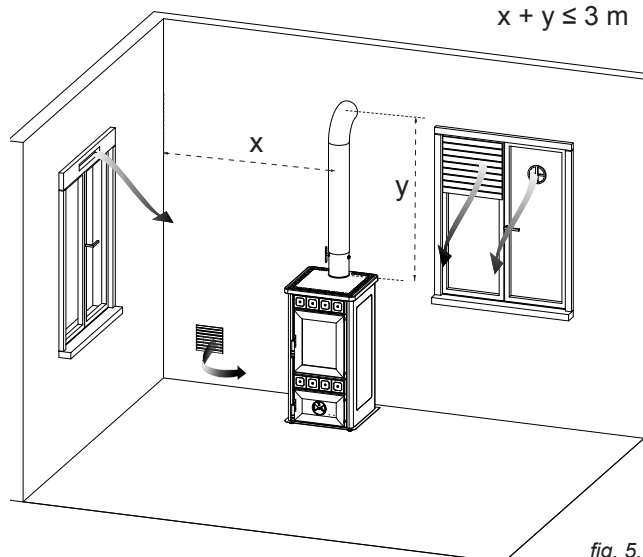

fig. 5.2
• Il **CANALE DA FUMO** tra focolare e condotto fumario dovrà avere la stessa sezione dell'uscita fumi della stufa. Il canale da fumo deve essere a tenuta ed è vietato l'uso di tubi metallici flessibili estensibili. Per raccordare la stufa al camino è possibile effettuare al massimo 3 cambi di direzione non superiori a 90°, con una lunghezza del canale da fumo non superiore a 2 metri in proiezione orizzontale e al massimo 3 metri totale (fig. 5.2).